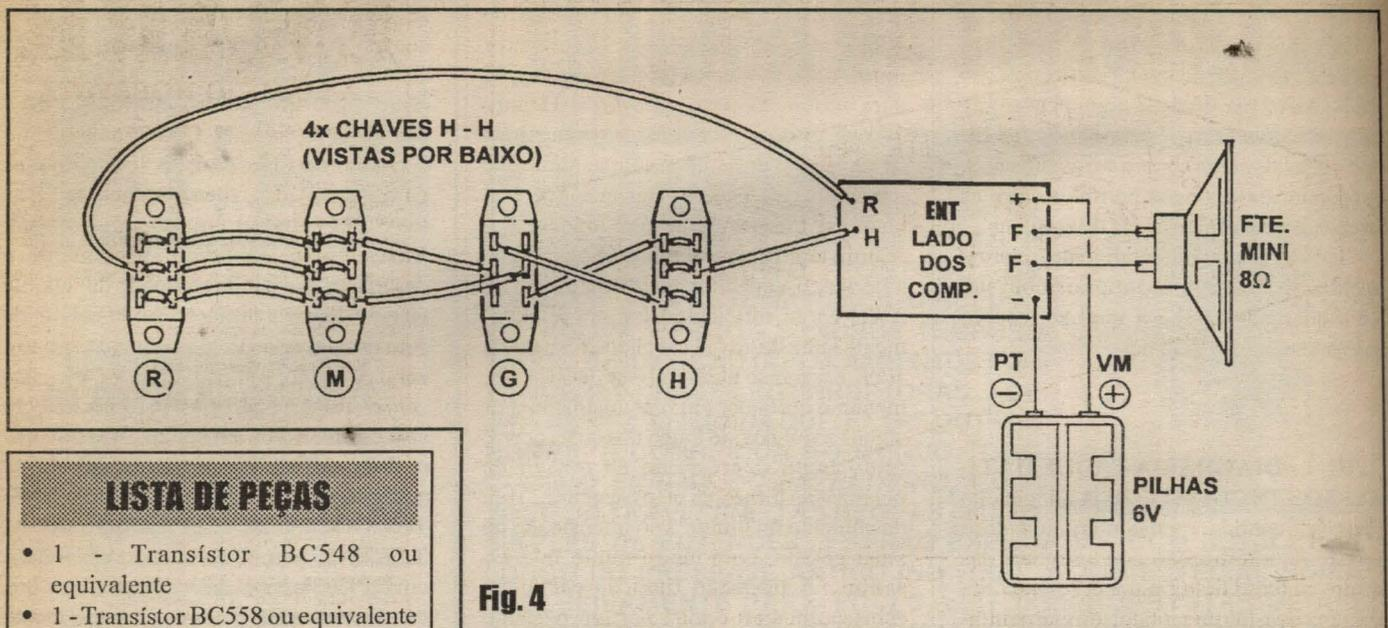

Fig. 4
- FIG. 4 - CONEXÕES EXTERNAS À PLACA (... E CHAPEADO GERAL) - O diagrama mostra, ao mesmo tempo, as ligações externas à plaquinha, e a organização das interligações das quatro chaves (e conexões destas ao impresso...). Atenção e cuidado, fazendo tudo *sem pressa* (conferindo a cada passo), são as principais *ferramentas* para uma montagem perfeita... Observar as conexões *polarizadas* do suporte de pilhas aos pontos (+) e (-) da placa, para onde vão - respectivamente - os fios **vermelho (positivo)** e **preto (negativo)**. Os terminais do falantinho são ligados (por pequenos pedaços de cabinho flexível isolado...) aos pontos F-F da placa... Finalmente, após a interconexão das chaves (vistas, na figura,